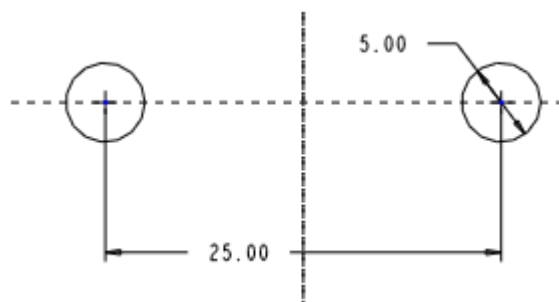

图 55-4
- (3) 单击【草绘】按钮，进入草绘工作环境，绘制如图 55-4 所示的关于竖直中心线对称的两个圆。